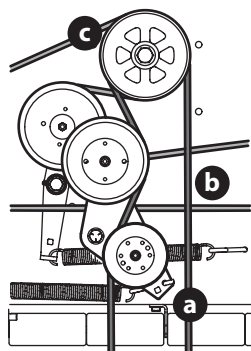

Fig. 49
3. Con una llave de 1/2" en el soporte de polea loca (a), gire la llave hacia la derecha de la cortadora y deslice la correa de la PTO (b) para sacarla de la polea de la PTO (c) (Fig. 49).